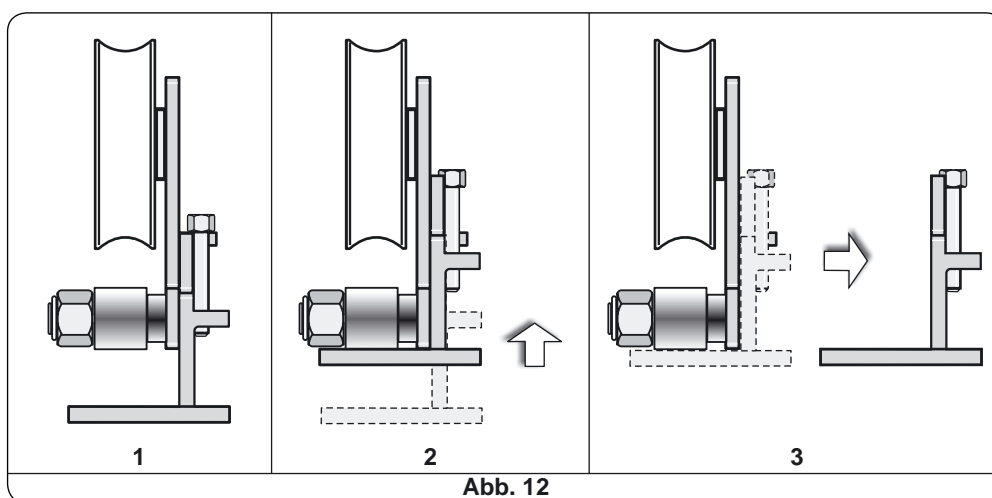

Abb. 12
Die beiden Schrauben (A) an jedem Wagen abschrauben und den beweglichen Wagenteil (C) entfernen, indem er nach oben, dann nach außen geschoben wird, wie auf Abbildung 12 gezeigt. Den demontierten beweglichen Wagenteil (C) mit dem auf den Abb. 6 gezeigten Abstand an der Tür befestigen. Nun kann der Türflügel eingehängt werden, wobei umgekehrt zur Beschreibung in Abbildung 12 vorzugehen ist. Nun die Schrauben (A) wieder in ihren Sitz einschrauben, jedoch nicht anziehen. Nachdem die gewünschte Höhe des Türflügels mit der Stellschraube (B) reguliert worden ist, die beiden Schrauben (A) fest anziehen. Die horizontale Einstellung des Flügels erfolgt mit den Schlitten am beweglichen Wagenteil.